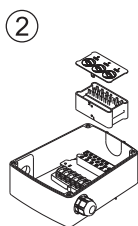

рис.11
2. Выньте модуль переключателя и снимите крышку переключателя (рис.11)